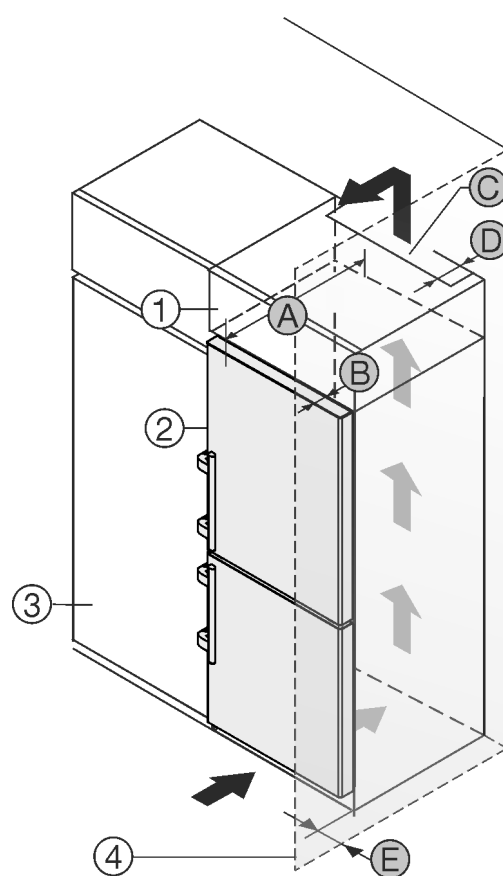

Fig. 2
È possibile posizionare l'apparecchiatura accanto a un mobile da cucina Fig. 2 (3).*
Sul lato posteriore dell'armadietto sovrapponibile deve essere presente un vano di scarico dell'aria con la profondità Fig. 2 (D) che attraversa l'intera larghezza dell'armadietto sovrapponibile.*
Sotto al soffitto deve essere presente la sezione di ventilazione Fig. 2 (C)*.
Se si installa l'apparecchiatura con le cerniere accanto a una parete Fig. 2 (4), la distanza tra l'apparecchiatura e la parete deve essere di almeno 57 mm, che corrisponde alla sporgenza della maniglia a porta aperta.*
Per poter aprire completamente la porta, installare l'apparecchiatura in modo che sporga dal frontale del mobile da cucina almeno della misura della profondità della porta Fig. 2 (B). L'apparecchiatura può sporgere ulteriormente a seconda della profondità dei mobili da cucina Fig. 2 (3) e dell'utilizzo di distanziatori a parete.*